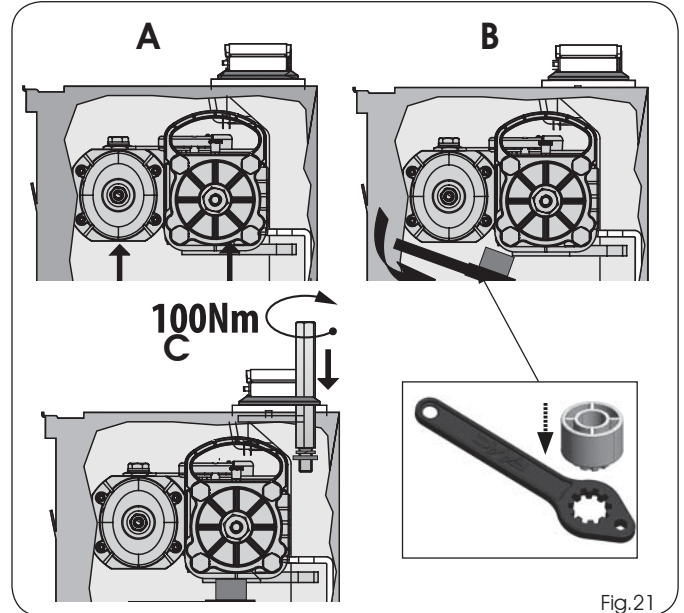

Fig.21
12) Suba el operador usando las manillas. (Fig.21 ref. A), introduciendo el piñón en el casquillo ranurado de la caja portante. Para facilitar esta operación, gire un poco el operador hasta que quede acoplado.
13) Coloque debajo del operador la llave suministrada (Fig.21 ref. B) para sujetar el motor.
14) Introduzca los tornillos de fijación con anillo grover y enrosquelos (Fig.21 ref. C), de forma que el operador quede fijado a la caja portante como en la figura 22.